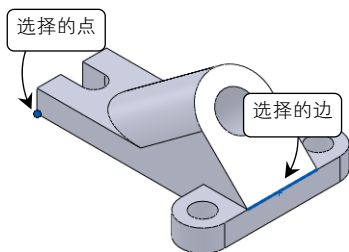
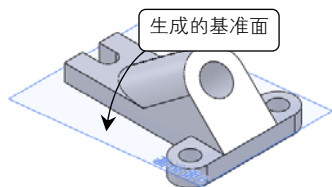

图 3-5 选择的边和顶点
图 3-6 生成的基准面
- 03 选择零件的一条边和一个顶点，如图 3-5 所示。单击【基准面】对话框中的【确定】按钮，生成如图 3-6 所示的基准面。